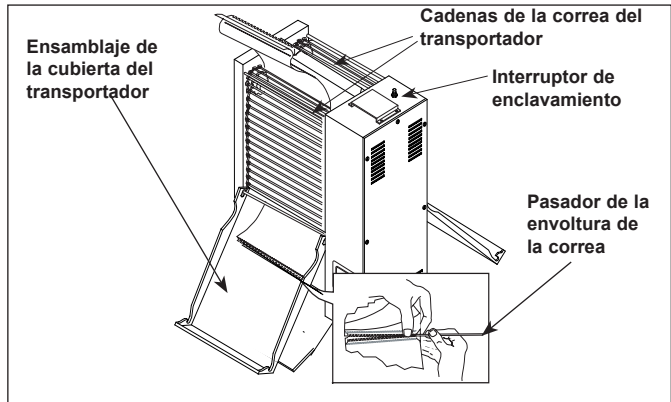

Figura 11. Retirada de la envoltura de correa
3. Abra las dos cubiertas del transportador y extraiga el pasador de la envoltura de correa de la "cremallera" (Figura 11).
5. Limpie ambas cadenas de correa del transportador tal como limpiaría las envolturas de correas durante la limpieza diaria (Figura 11).